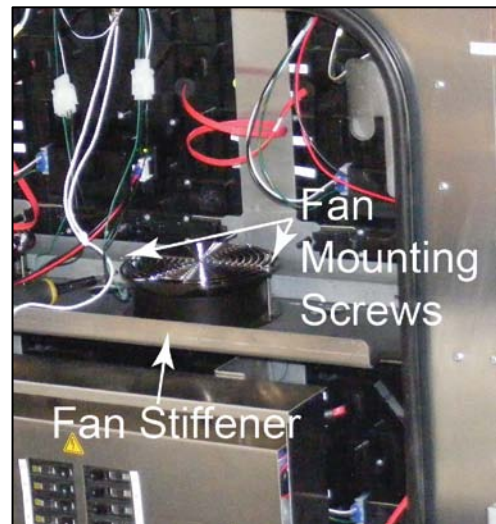

Figura 20: Ventilador serie 4100
4. Use el destornillador Philips para aflojar los dos tornillos de montaje del ventilador. Consulte la **Figura 20**.